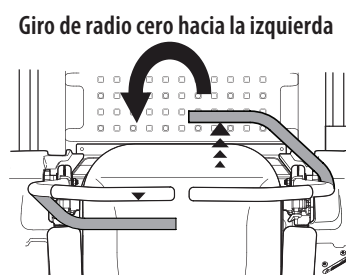

Figura 33
3. Para girar en sentido contrario a las agujas del reloj, mueva la palanca de control de la transmisión de la barra de seguridad derecha hacia adelante mientras mueve simultáneamente la palanca de control de la transmisión de la barra de seguridad izquierda hacia atrás (Figura 33).